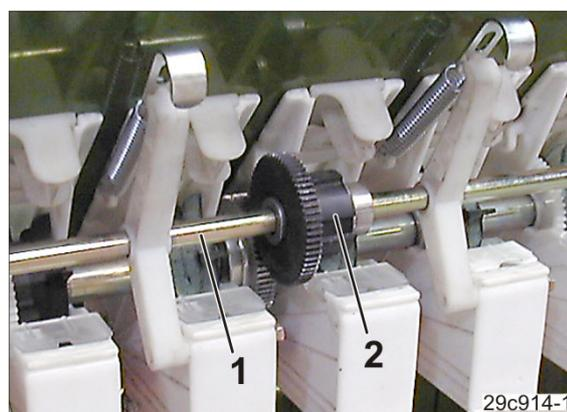

Fig. 76
Die Vorgelegewelle (Fig. 76/1) wird über eine Kupplung (Fig. 76/2) von der Säwelle angetrieben.
Die Vorgelegewellenkupplung (Fig. 76/2) wird elektrisch betätigt, siehe Kapitel „Vorgelegewellenkupplung, elektrisch betätigt“, Seite 79.
- wird die Kupplung (Fig. 76/2) betätigt
- bleibt die Vorgelegewelle (Fig. 76/1), die die Fahrgassensäräder antreibt, stehen